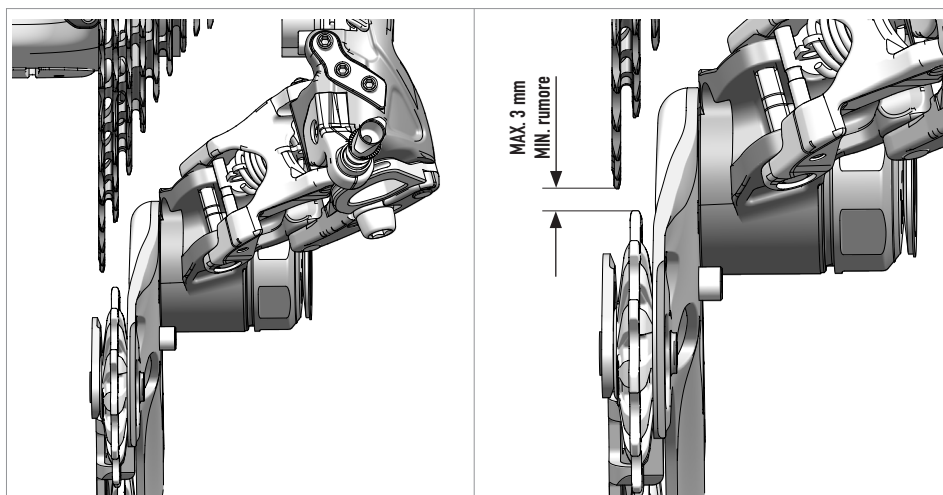

Fig.21
- La rotellina superiore deve essere alla corretta distanza dal pignone maggiore (Fig.21).